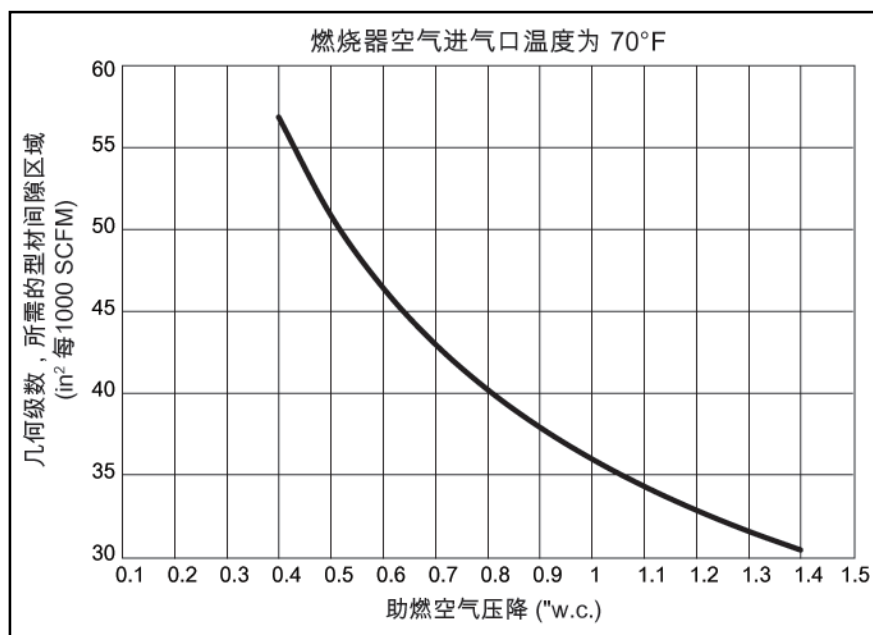

图 3.3 挡风板间隙面积与空气压损
3. G_p = 图 3.3 流量所需的挡风板间隙面积；请参见表 3.4 查看更高或更低燃烧器空气进气温度的校正。
从图 3.3：G_p = 43